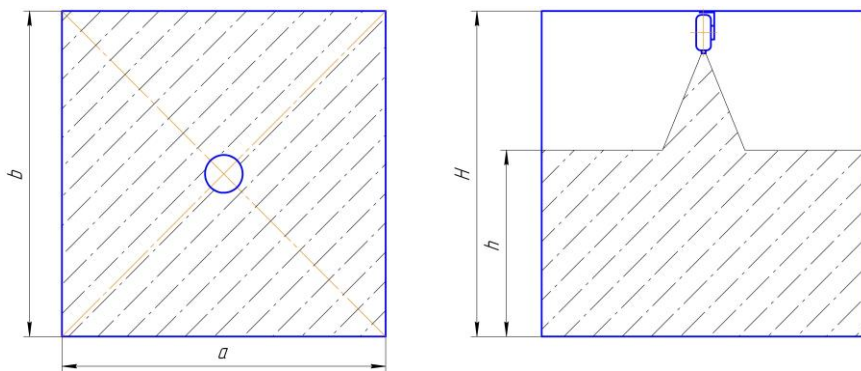

Рис. 1
2.2 Огнетушащая способность и конфигурации распыла порошка МПП «Ураган-3» в защищаемой зоне при тушении очагов пожара классов «А» и «В» на закрытой площадке приведена на рис. 1 и таблице 2.